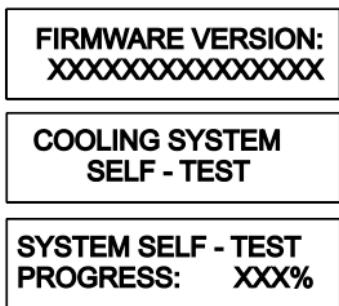

Рисунок 25 – Сообщения на дисплее в процессе самодиагностики
2.2.4.2 Самодиагностика выполняется только при первичном запуске контроллера, то есть, если устройство было предварительно полностью обесточено, либо после ручного перезапуска контроллера через меню. В случае, когда вычислительный блок устройства отключен, система охлаждения автоматически переходит в режим STANDBY (режим ожидания) до тех пор, пока пользователь не произведет запуск устройства или полностью не обесточит его. В ходе процедуры самодиагностики (SELF-TEST), на дисплее последовательно отображаются следующие сообщения (рисунок 25).